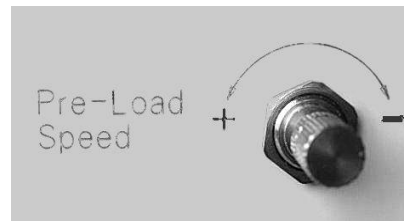

Fig. 10.02
2. Relâcher la pédale de gauche: les mâchoires se ferment. La vitesse de pre-crimp peut être réglée avec le limiteur de débit «**Pre-Load-Speed**» (Fig. 10.02).